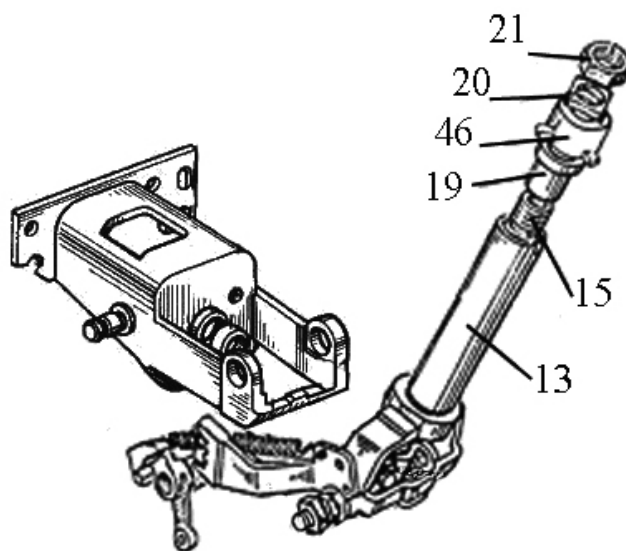

Рисунок 7.19
- 17) установите верхнюю втулку 19, (рисунок 7.19), в трубу 13, предварительно смазав внутреннюю поверхность смазкой «Литол-24»;